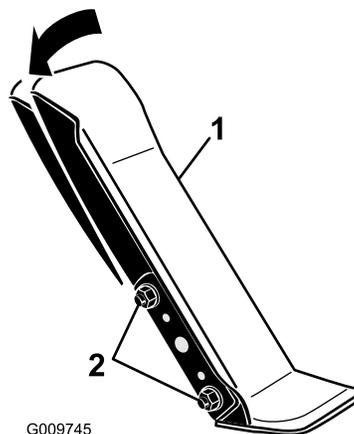

Рисунок 68
1. Ослабьте две гайки и болты крепления левой стороны педали тяги к кронштейну (Рисунок 68).
2. Поверните педаль под требуемым рабочим углом и затяните гайки (Рисунок 68).